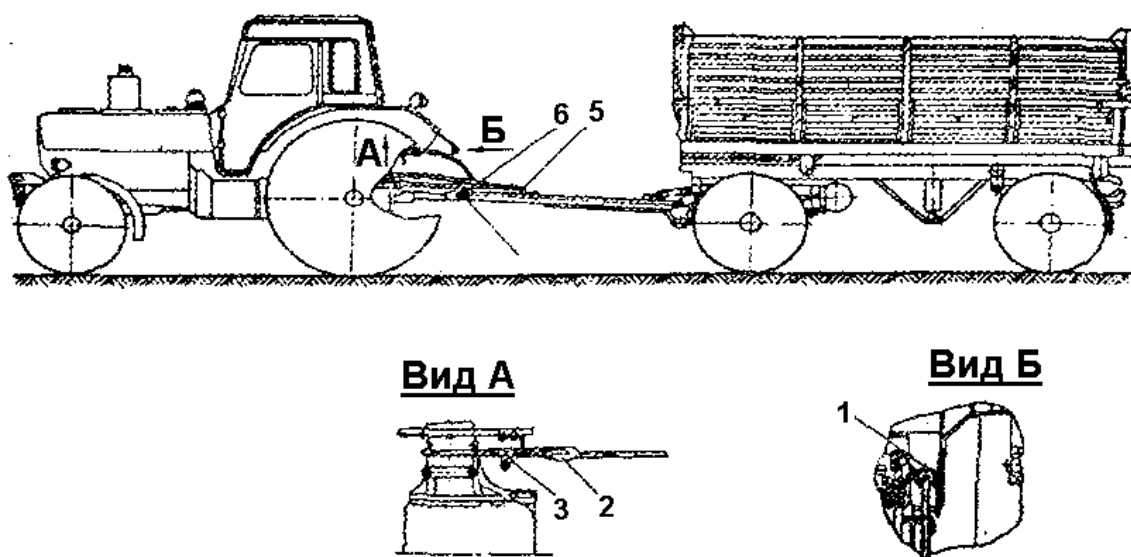

Рис.37. Схема агрегирования одного прицепа с тракторами МТЗ
5.1. Схема агрегирования одного прицепа с трактором МТЗ (рис. 37).